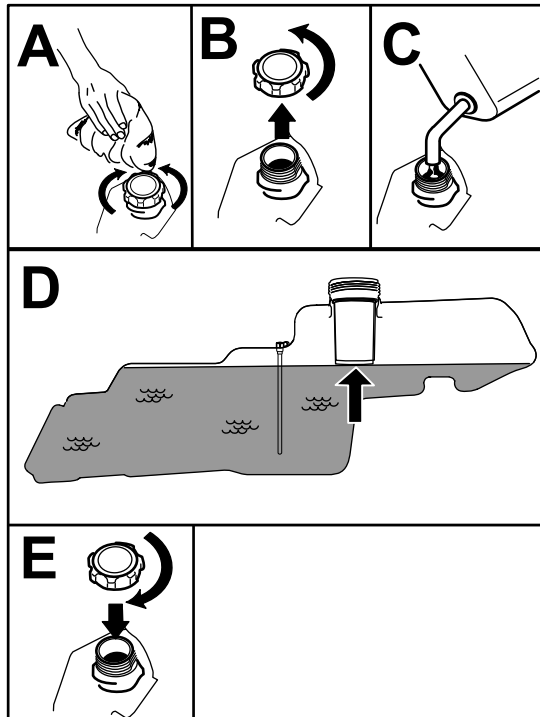

Figura 7
5. Llene el depósito de combustible hasta la parte inferior del cuello de llenado (Figura 7). No llene completamente el depósito de combustible.